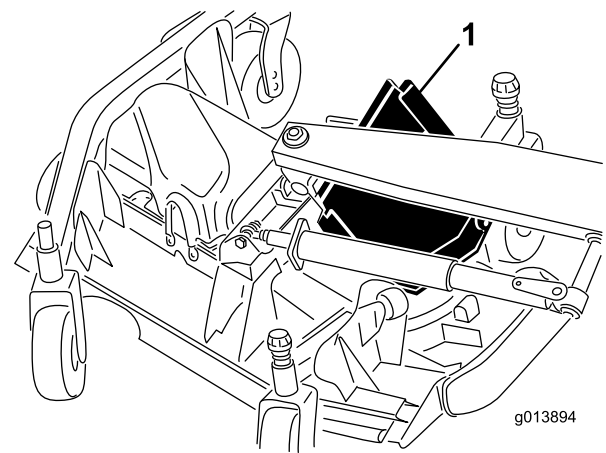

Bild 47
6. Heben Sie die vordere Kante an und führen sie zwischen dem Hubarm und der Rolle, um sie zu entfernen (Bild 47).